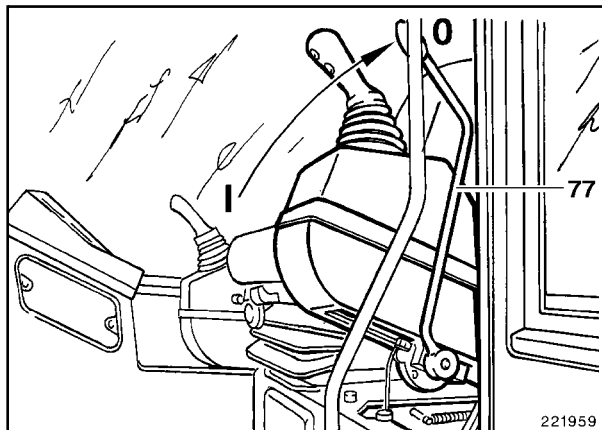

Fig. 11
- Poner la palanca (77, Fig. 11) en la posición 0. La consola izquierda moverá hacia arriba.